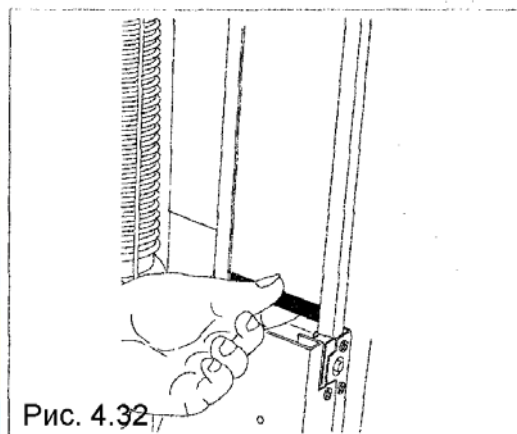

Рис. 4.32
- Снимите металлический груз с бокса для выдачи ложек (рис. 4.32)